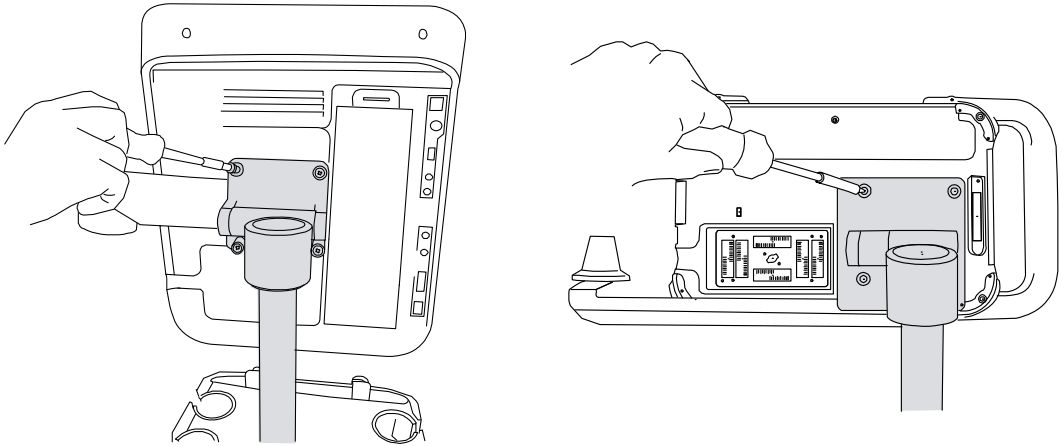

Figura 3 Coloque los tornillos en la placa de montaje: S Series (a la izquierda) y NanoMaxx (a la derecha)
- 4 Apriete los tornillos de cada una de las cuatro esquinas del sistema hasta que quede bien fijado. Apriete con un destornillador Phillips. Consulte Figura 3.
- 1 Apoye el sistema de ecografía y afloje los tornillos de cada una de las cuatro esquinas de la placa de montaje. Si es necesario, utilice un destornillador Phillips. Consulte Figura 3.